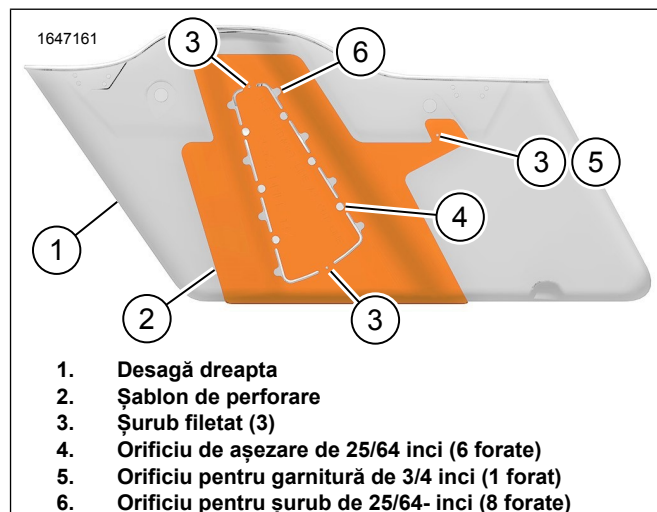

Figura 8. Șablon găurire pentru desaga din dreapta
1. A se vedea figura 8. Poziționați șablonul de foraj pe desaga din dreapta.
3. A se vedea figura 8. Modificare desaga din dreapta (1).
- b. **Găuri de așezare:** Găuriți șase orificii de așezare de 25/64 inci (4).
- c. **Găuri pentru șurub:** Găuriți opt orificii pentru șurub de 25/64 inci (6).